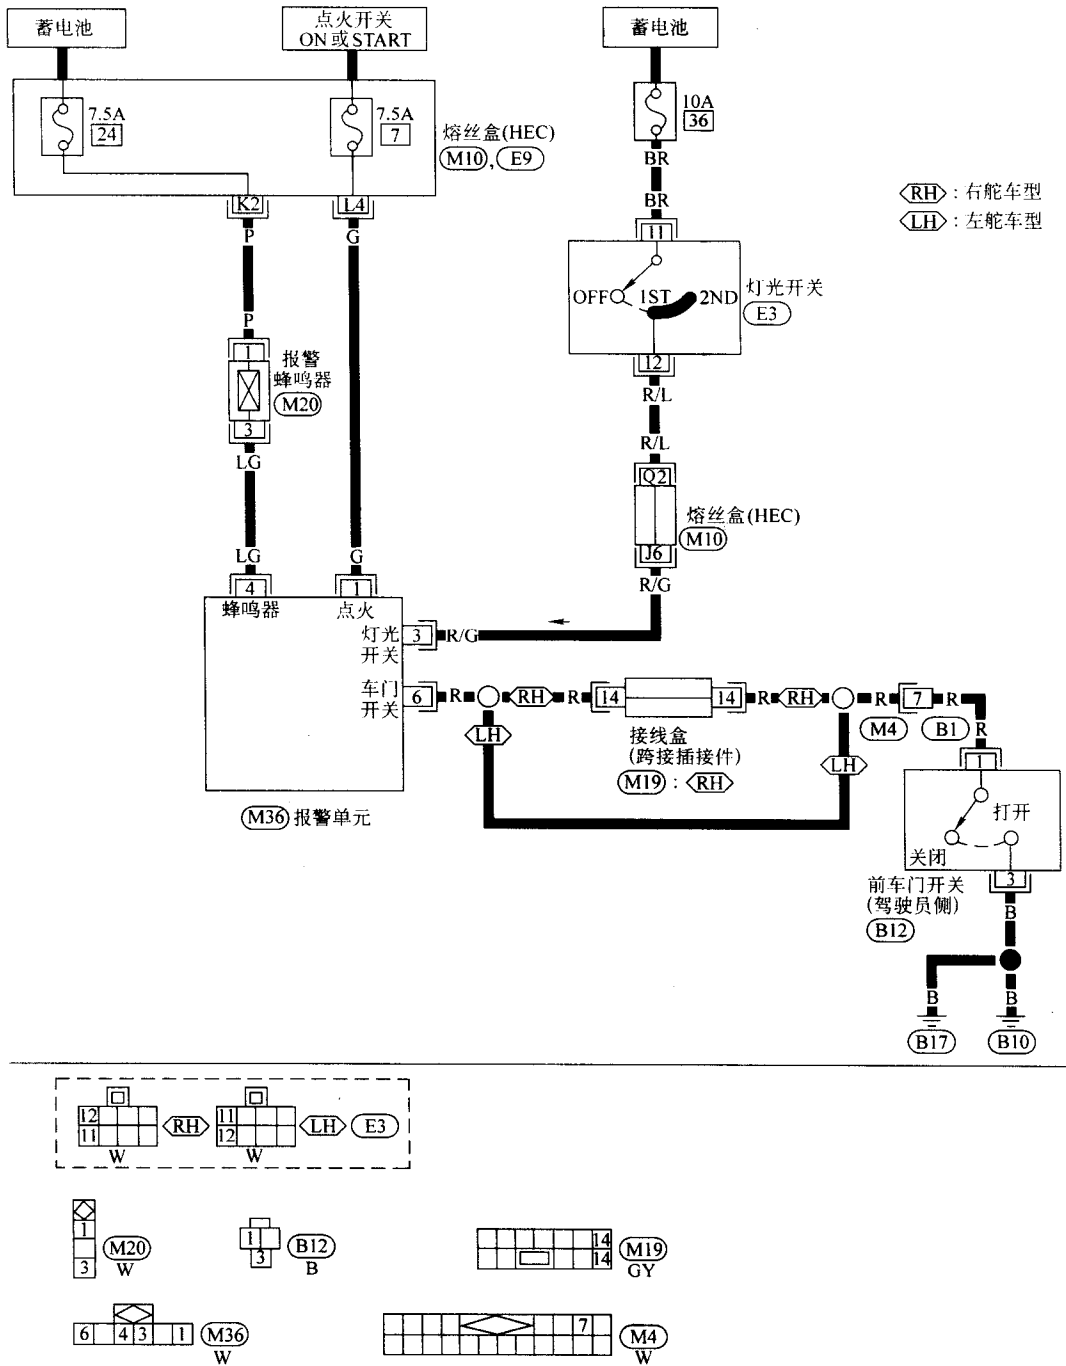

图 3-49 不带电动车门锁型的蜂鸣器控制电路
(2) 不带电动车门锁型蜂鸣器控制电路，如图 3-49 所示。